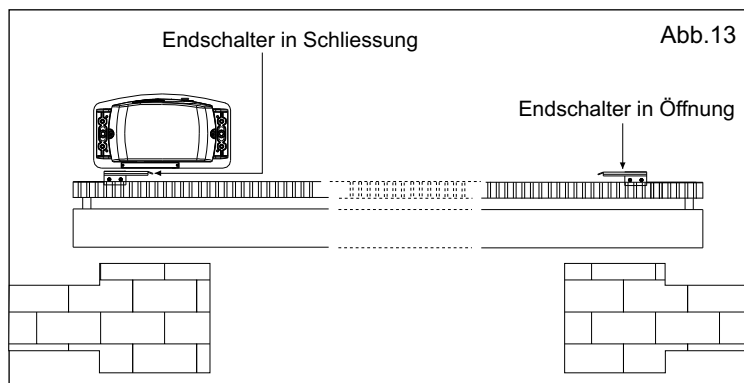

Abb. 13
7.1. Um die Endscharter in Öffnung zu installieren, wie folgt vorgehen (Abb. 13):
7.2. Zur Installierung und Einstellung der Endscharter in Schliessung wie folgt vorgehen (Abb. 13):